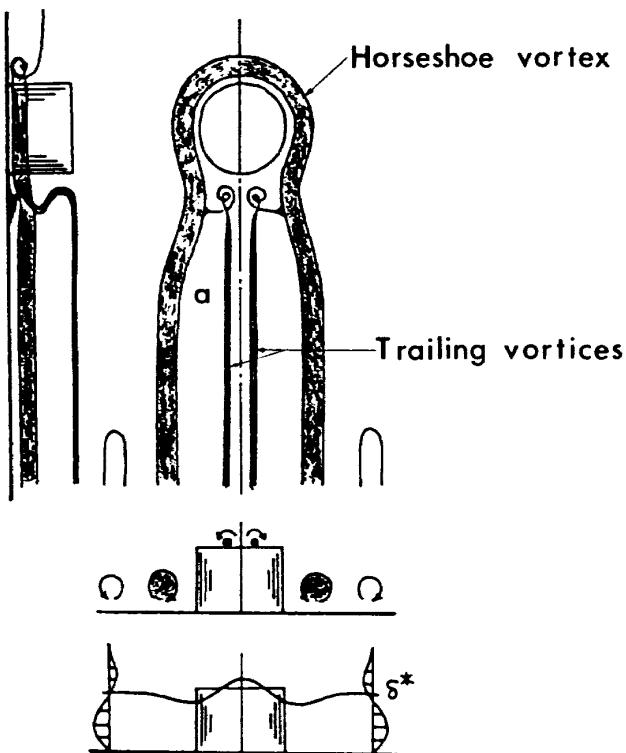

図1 粗度(円柱)まわりの流れ
特に中間のレイノルズ数における流れでは、渦系と境界層との干渉を通して流れが不安定化し、最終的に乱流になる。図1は Gregory & Walker1)によって観測された粗度周りの流れを谷先生2)が模式的に描かれたものである。同図から、①粗度に絡みつく馬蹄型渦 (Horseshoe vortex) と②粗度上端から発生する後曳き渦 (Trailing vortices) の存在が認められる。2つの渦系の遷移における役割について調べる必要があると思われる。図2は、粗度（円柱）の下流で測定された等乱れ度線および等剪断応力線である。2つの渦に対応してそれぞれのピークが観測される。